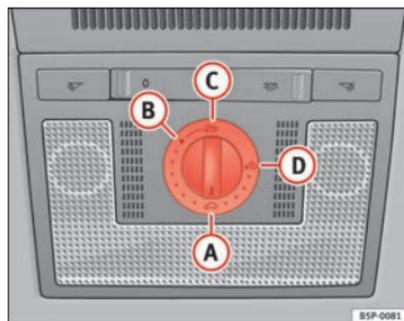

Fig. 70 Détail du ciel de pavillon : commande rotative du toit ouvrant coulissant/relevable
- Tournez la commande rotative en position **A** ⇒ fig. 70 ⇒ ⚠.